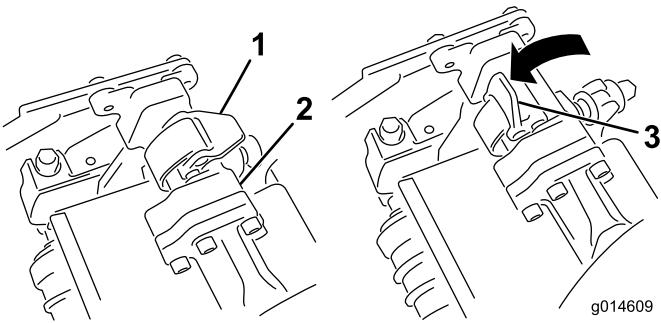

図 32
3. サスペンションアームのバーについているラッチを上向き（開いた状態）にして（図 32）、サスペンションアームを押し下げて、バーを、カッティングユニットのバーの上に被せるようにする（図 33）。
4. ラッチを下げて閉じるとカッティングユニットのバーがロックされてユニットがアームにセットされる(図 32)。
- 取り外したいカッティングユニットのサスペンションアームのバーについているラッチを開く（図 32）。